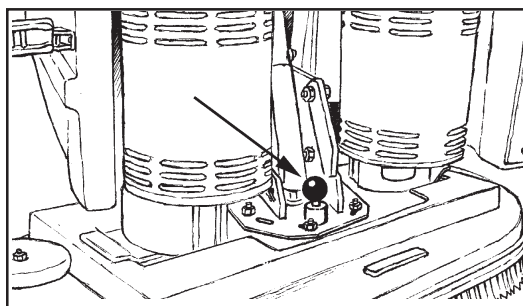

Figura 16
- Levante el pin del vástago y gire el cabezal de cepillado. Ver figura 16.